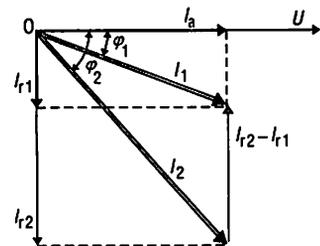

Fig. 24 : Composition des intensités actives (I_a) et réactives I_r .
a) Augmentation de l'intensité en ligne (fig. 24)